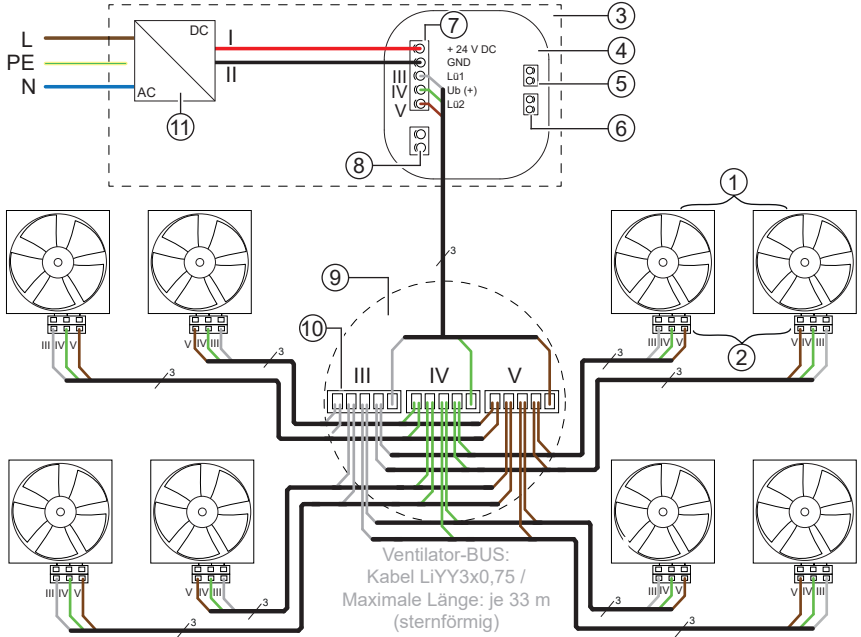

Abbildung 6: Anschlussbeispiel sMove s8 inkl. Unterputz-Schaltnetzteil mit Verteilung
| ⑤ Steckbrücke externe Schnittstelle | Unterputz-Netzteil NT17-s8 (Abb. 6) |